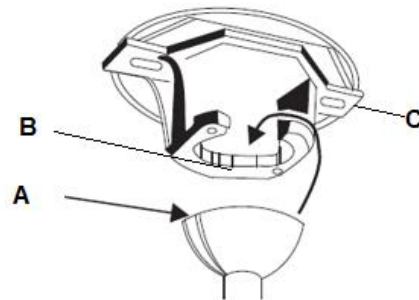

Abb. 6
Setzen Sie den kompletten Ventilator in die Halterung ein. Achten Sie darauf, dass der Passstift (B) der Halterung (C) in die Sicherungsnut (A) der Kugelaufhängung greift, um ein Verdrehen des Ventilators im Betrieb zu verhindern. (Abb. 6)